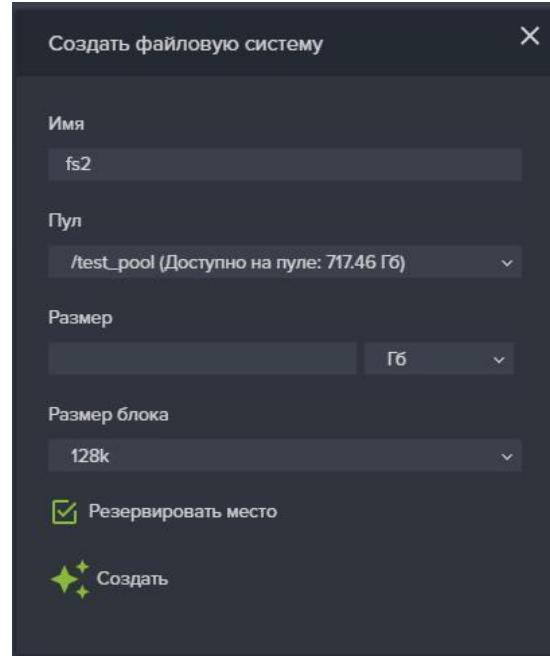

Рисунок 58. Окно создание файловой системы
2. Нажмите на кнопку «Создать файловую систему», откроется одноименное окно (см. Рисунок 58);